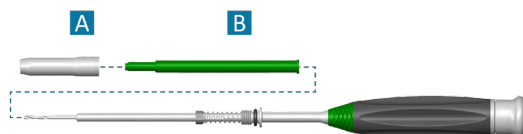

Abbildung 40
- Demontage: Drehen Sie die äußere Hülse (A) des geführten Bohrers gegen den Uhrzeigersinn, bis sie vom Griff entfernt werden kann. Schieben Sie das äußere Gehäuse (B – dunkelgrüne Hülse) vom vormontierten Schaft (Abbildung 40).